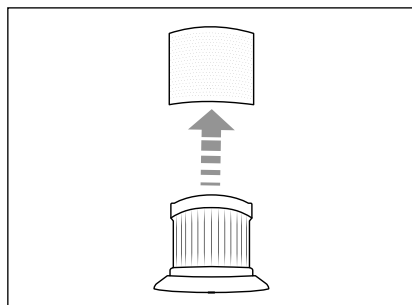

Fig. 12
- 3) Retirez le filtre en acier inoxydable **6** du filtre EPA **5** (voir fig. 12).